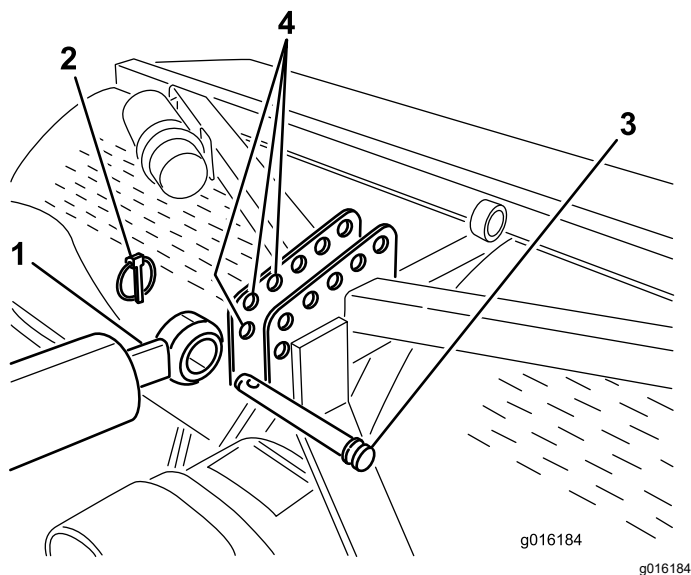
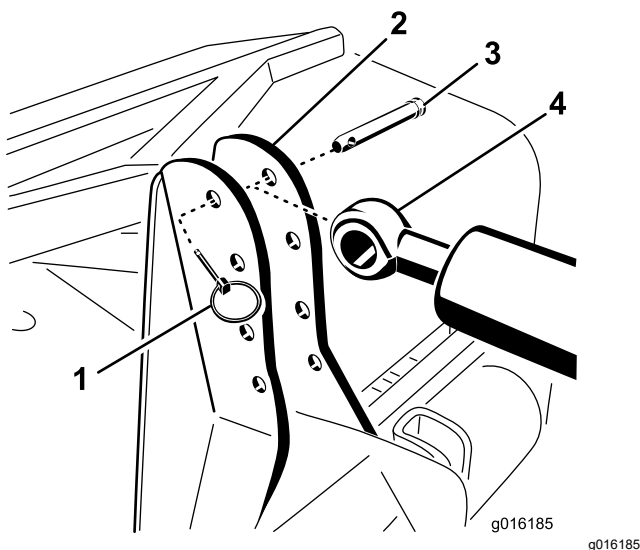

Figura 6
Figura 7
7. Fixe extremidade da barra do braço superior hidráulico ao furo mais avançado possível no suporte do arejador com o pino de articulação e o pino de sujeição (Figura 6 ou Figura 7).